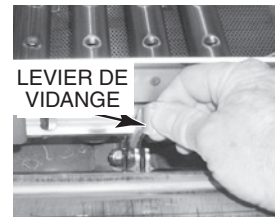

Fig. 28
4. Ouvrir la ou les conduites de vidange en tirant le ou les leviers vers le haut (Fig. 28).